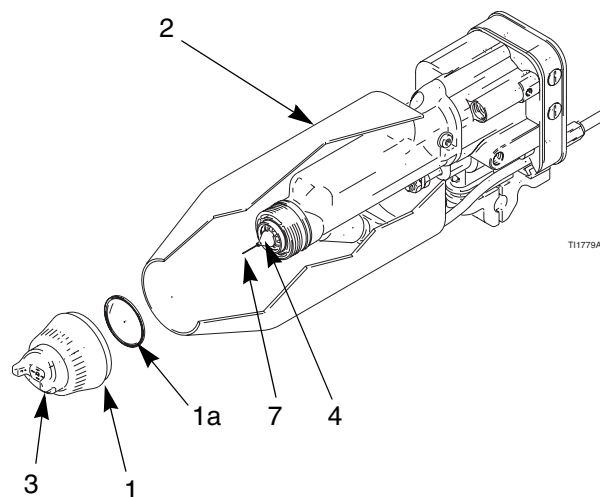

Fig. 15. Limpieza del cabezal de aire y de la boquilla de fluido
3. Extraiga el conjunto del cabezal de aire (1, 3) y la carcasa (2). Vea Fig. 15.
4. Limpie la boquilla de fluido (4), la carcasa (2), y la superficie exterior de la pistola con un trapo humedecido en disolvente no inflamable. Evite que entre disolvente en los pasajes de aire. Siempre que sea posible, apunte la pistola hacia abajo cuando la limpie.
5. Si parece que hay producto dentro de los conductos de aire de la boquilla (4), desmonte la pistola de la línea y proceda a repararla.
6. Limpie el cabezal de aire (3) con el cepillo de cerda suave y disolvente o sumérjalo en un disolvente adecuado y limpiarlo.